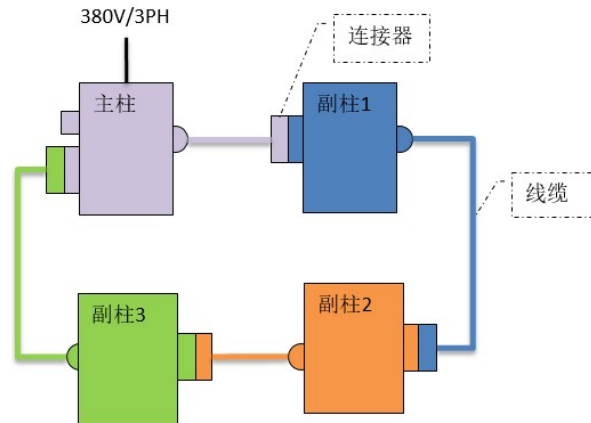

Рис.10 Підключення в груповому режимі (візьмемо для прикладу 4 колонки)
Поверніть ручку в положення «ОДИНАРНИЙ», щоб керувати кожною окремою колоною. Поверніть ручку в положення «ГРУПА», щоб керувати будь-якою колоною, щоб підняти або опустити всі колони в групі одночасно. (Рис.10)
- Підключіть кабелі згідно з рис. 10. (Візьмемо як приклад набір з 4 колон)
Груповий режим: Підключіть кабелі згідно з рис. 10, поверніть ручку вибору режиму на головному блоці керування в положення «ГРУПА» та увімкніть живлення.